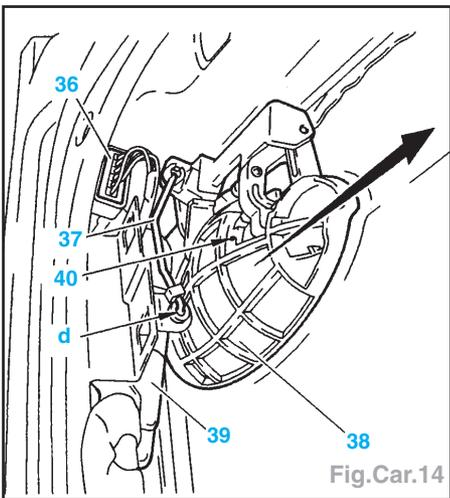

Fig.Car.14
- Débrancher le connecteur (27).
- Percer les rivets (22), (29) et (33) à l'aide d'un foret Ø 5 mm.
- Déposer le lève-vitre (28).
- les vis (18),
- le faisceau électrique (31),
- le joint (25).
- Dégrafer la commande d'ouverture (37), en «d» (Fig.Car.14).